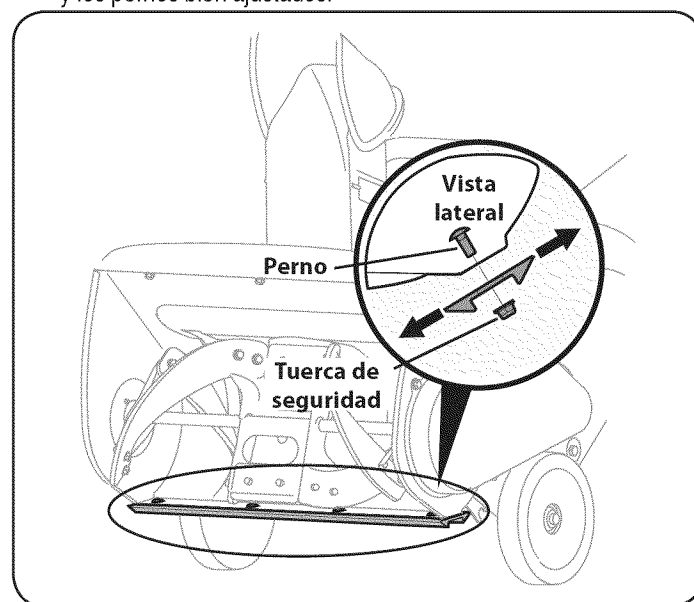

Figura 14
3. Afloje las cuatro tuercas y pernos de seguridad que fijan la placa de raspado a la caja. Vea la Figura 14. Mueva la placa de raspado hacia la posición deseada y vuelva a apretar las tuercas y los pernos bien ajustados.